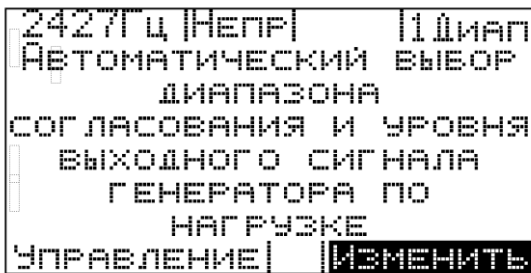
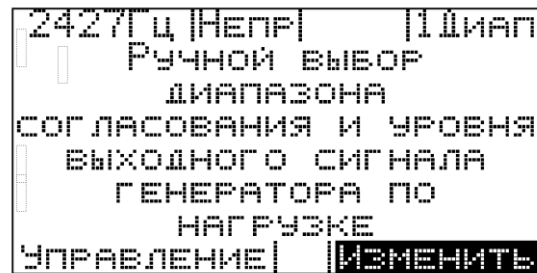

рис. 7
рис. 8
- нажимать левую кнопку "Установка режимов" (6) до появления пункта меню "Управление";
- нажать правую кнопку "Установка режимов" (6) - "Изменить" при этом на экране будет отображаться изображение, похожее на рис. 7 или рис. 8;
- для выбора режима необходимо нажимать на правую кнопку "Установка режимов" (6) до момента появления на экране требуемый режим работы ("Автоматический" или "Ручной");
- выйти из режима редактирования, нажатием на левую кнопку "Установка режимов" (6).